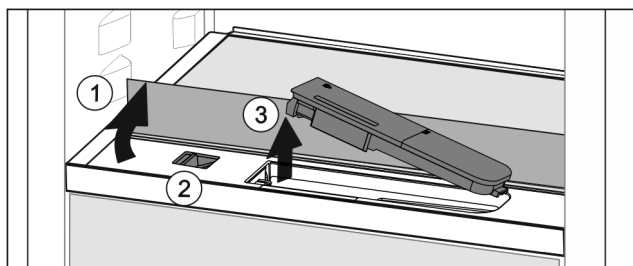

Fig. 35
- Sollevare il ripiano di vetro e ribaltarlo all'indietro fino all'arresto Fig. 35 (1).
- Spostare il cursore Fig. 35 (2) a sinistra.
- Rimuovere il serbatoio dell'acqua Fig. 35 (3).